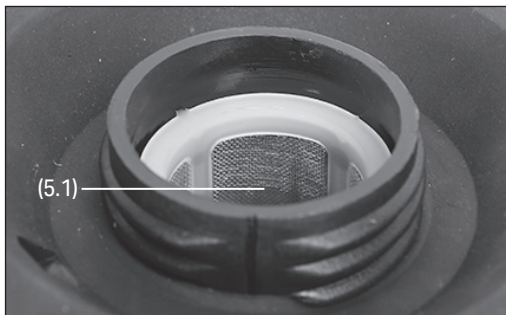

Fig. 19
8.6 Fuel Filter Care (Fig. 19)